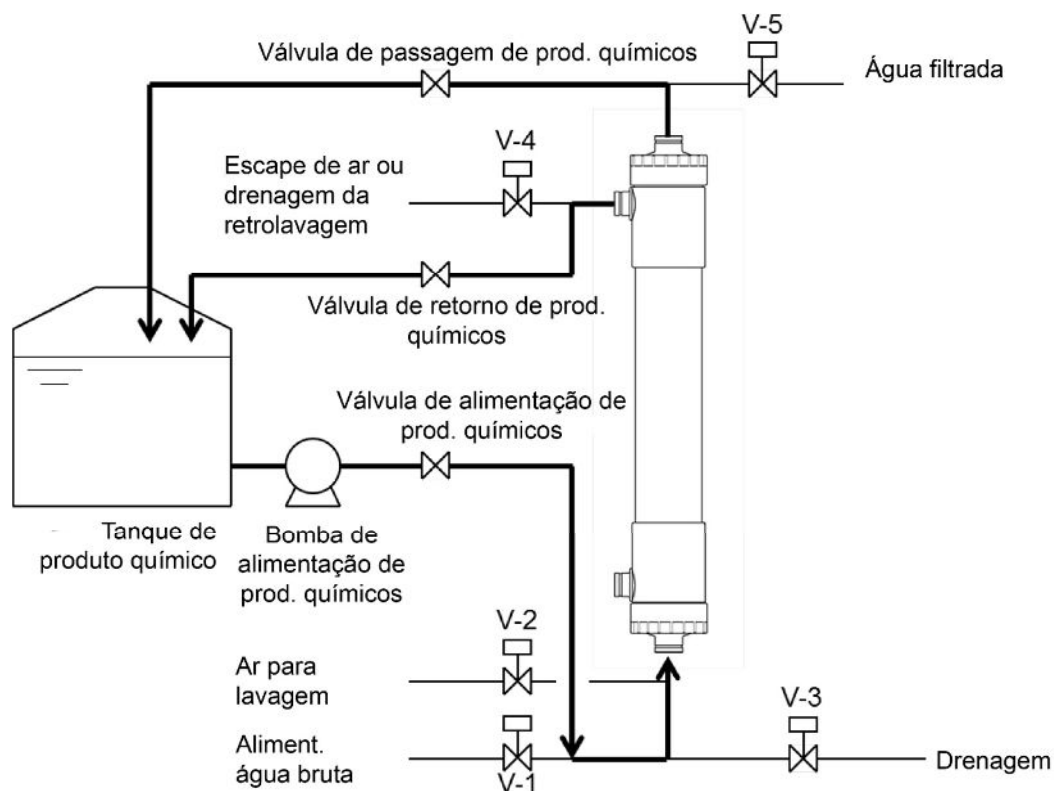

Fig. 9. Diagrama de fluxo para a limpeza química
- (1) O diagrama de fluxo para limpar tanto as superfícies externas quanto internas das membranas de fibra oca simultaneamente está ilustrado na Fig. 9. O diagrama de fluxo pode ser alterado caso a caso. Entre em contato com a Toray caso precise de mais informações.
- (2) Abra a válvula de retorno de produto químico e, em seguida, a válvula de alimentação de produto químico.
- (3) Ligue a bomba de alimentação de produto químico para iniciar a circulação do produto, em seguida abra a válvula de passagem de produto químico para que o produto químico permeie através da membrana.
- (4) Recircule o produto químico por um período fixo.
- (5) Desligue a bomba de alimentação de produtos químicos.
- (6) Drene o produto químico e enxague completamente a tubulação e o módulo com água filtrada.
(7) As condições padrão para a limpeza química estão indicadas na Tabela 5.